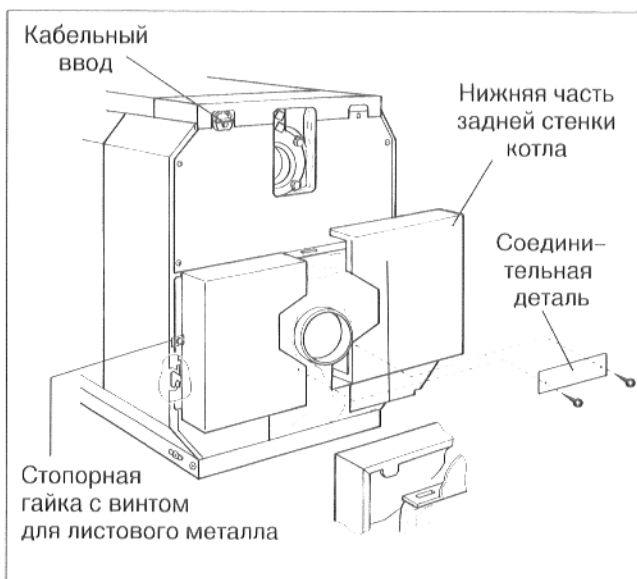

Рис. 43
- Вставить стопорные гайки в левую и правую боковые стенки (рис. 43).
- Зацепить нижние части задней стенки котла слева и справа в шлицы окантовки верхней задней стенки котла и боковой стенки (рис. 43).
- Ввинтить винты для листового металла в стопорные гайки (рис. 43).
- Привинтить, при помощи винтов для листового металла, соединительную деталь, под патрубком отходящего газа, на задние части стенки котла (рис. 43).
- Привинтить пластмассовый кабельный ввод к верхней задней стенке котла (рис. 43).